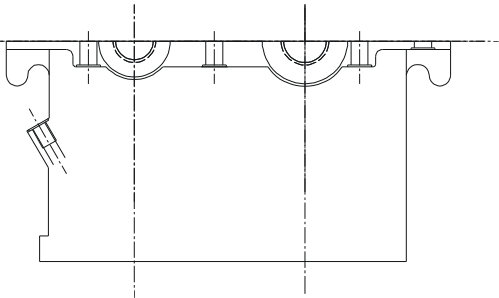

图 8-3-14
STEP 16 把偏移出来的螺纹线进行剪切掉多余的部分，效果如图 8-3-14 所示。